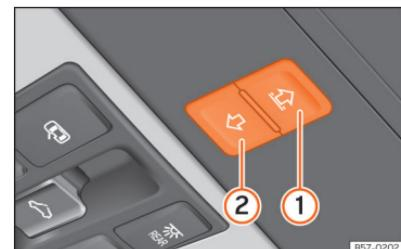

Fig. 68 No revestimento interior do teto: botão de função para utilizar a cortina de proteção contra o sol.
- Se ainda não se puder fechar, antes de passarem 5 segundos deslize o botão de função para trás sem soltá-lo »» Fig. 68 ② até que